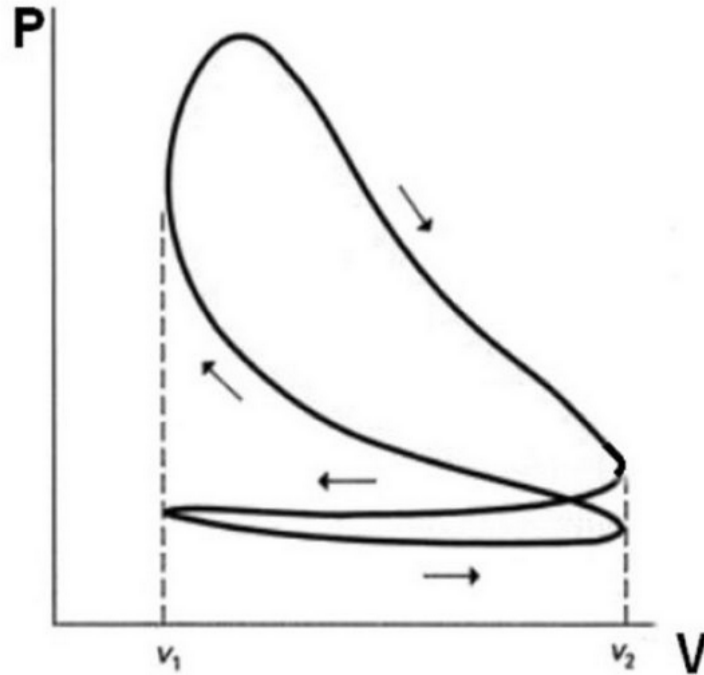

FIGURE 1 – Cycle réel du moteur
2. Comparer à l'allure du cycle réel proposée figure 1.